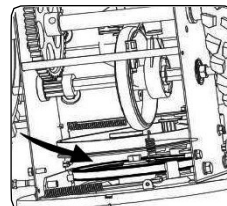

Рисунок 44
4. Снимите ремень привода со шкива, а также вытяните его из пространства между фрикционным колесом и диском. См. Рисунок 44.